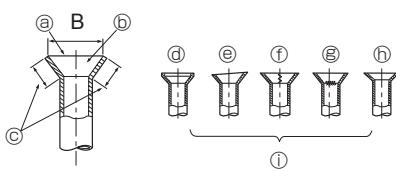

Fig. 5-7
5.2.5. ΕΛΕΓΧΕΤΕ ΤΑ ΠΑΡΑΚΑΤΩ (Fig. 5-7)